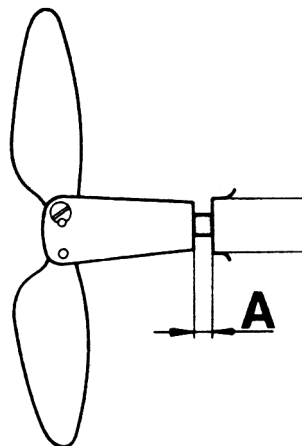

Fig 29 A = 10 mm (15 mm med RB-backslag 1,87:1)
11. Då motorn har RB-backslag 1,87:1 skall ett spel på ca 15 mm finnas mellan propellernavet och stävlagret då propelleraxeln befinner sig i sitt främre läge ("A" fig 29).
12. Kapa propelleraxeln till rätt längd. Observera härvid att avståndet mellan stävlagrets bakkant och propellernav skall vara ca 10 mm utom i punkt 11 angivna undantag ("A" fig 29) samt att en spalt på ca 2 mm mellan axel och backslagsfläns (flexkoppling) erhålles.